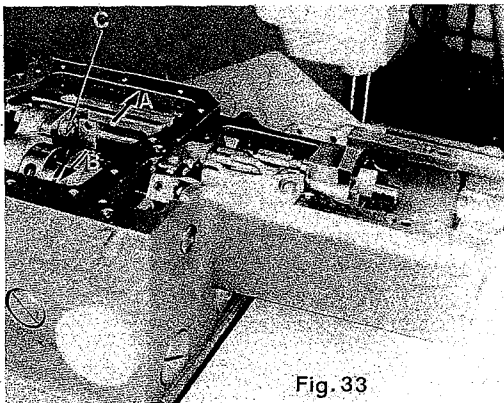

Fig. 33
The looper avoid motion is set at the factory to the colored marks (A and B, Fig. 33 A) for needle sizes from 70/027 to 90/036. The needle points should contact the back of the looper, with needle bar descending approximately 2/3 of the way down the blade of the looper.
2. Loosen screw (C, Fig. 33).
3. To increase the looper avoid motion move screw (C, Fig. 33) in the direction of the arrow to "A", to decrease the motion move it in the direction to "B". Retighten screw.
Der Greiferseitenweg wird für die Nadeldicken von 70/027 bis 90/036 im Werk auf die farbige Markierungen (A und B, Fig. 33 A) eingestellt. Die Nadelspitzen sollen den Greifer bei der Abwärtsbewegung ca. 2/3 unterhalb der Greiferkante berühren.
2. Lösen Sie die Schraube (C, Fig. 33).
3. Verschieben Sie für einen größeren Seitenweg die Schraube (C, Fig. 33) in Pfeilrichtung nach "A" und für einen kleineren Seitenweg in Richtung nach "B". Ziehen Sie die Schraube wieder an.